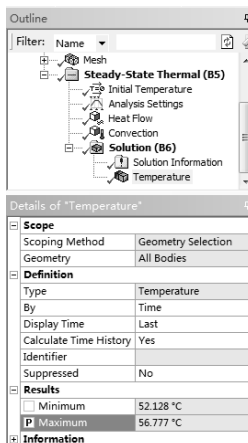

图 12-80 设置最高温度为目标函数
2) 在【Outline (分析树)】中选择【Solution (B6)】节点下的【Temperature】选项，在详细设置窗口中选中【Results】选项下的【Maximum】，使其前面显示为 P，设置最高温度为目标函数，如图 12-80 所示。